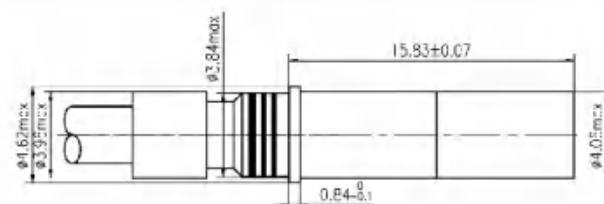

图 4.3-10
⑤按图 4.3-10, 使用表 3 规定的压接工具 M22520/5-01 工具和 M22520/5-03 压接屏蔽网压, 屏蔽网压接套的外直径一定小于 3.96mm。